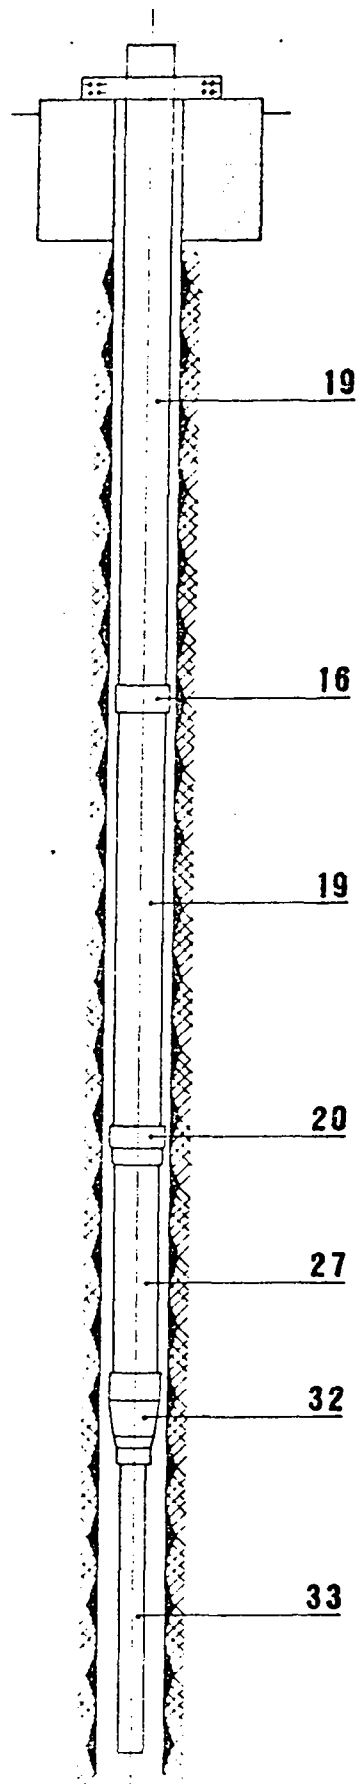

Fig. 7
- 4) Monter les colonnes de refoulement n° 19 et leur manchon n° 16 (fig. 7).
- 4) Assemble discharge columns n° 19 and their sleeves n° 16 (fig. 7).